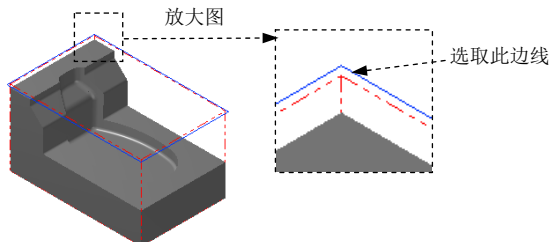

图 3.14 选取切削范围边线
(2) 设置加工边界。在  区域中单击  按钮，系统弹出“串连选项”对话框。在图形区中选取图 3.14 所示的边线。单击  按钮，系统返回至“刀具路径的曲面选取”对话框。